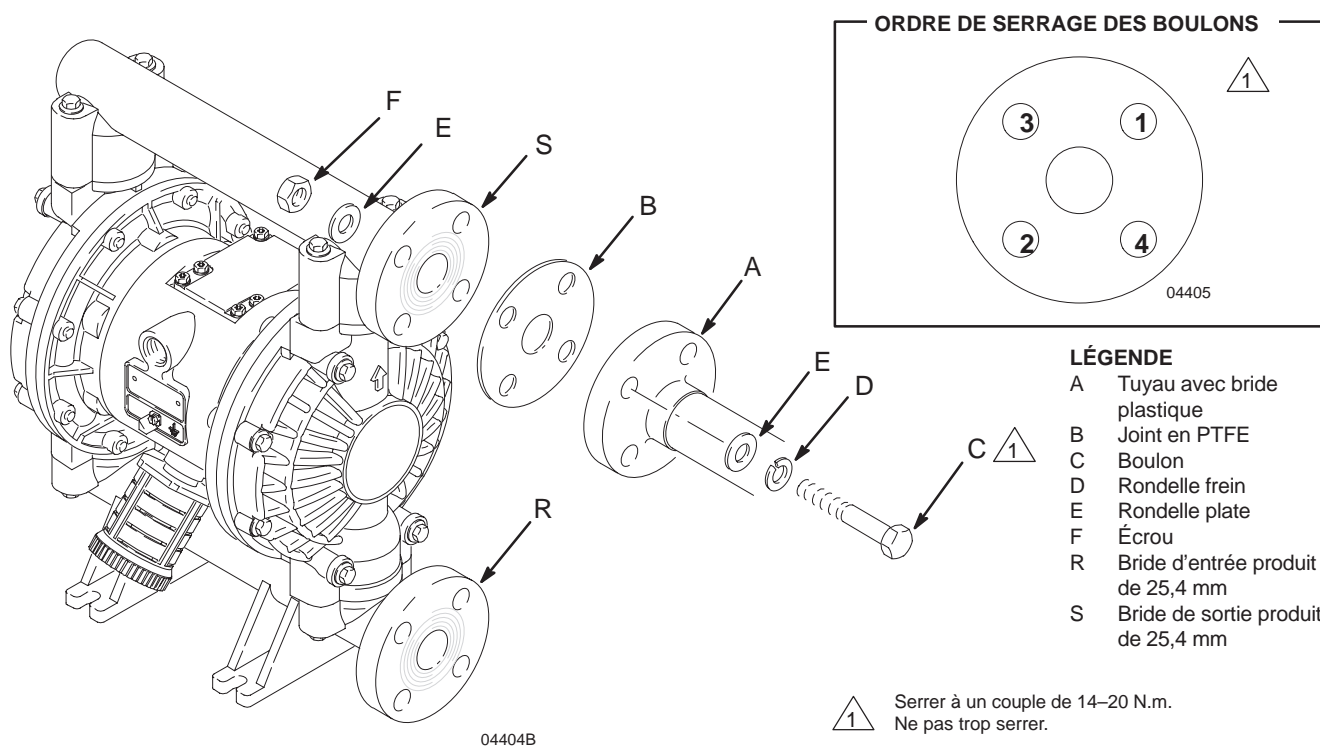

Fig. 3
1. Insérer une rondelle frein et une rondelle plate sur chaque boulon. Se reporter à la Fig. 3.
4. Maintenir les écrous à l'aide d'une clé. Se reporter à l'opération de serrage indiquée à la Fig. 3 et serrer les boulons entre 14 et 20 N.m. **Ne pas dépasser ce couple de serrage.**